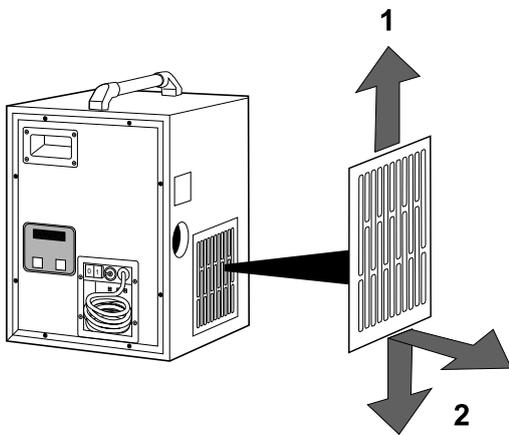

Рисунок 5.1 Извлечение фильтра
1. Для извлечения фильтра сдвинуть решетку фильтра вверх, затем вниз и на себя, как показано на Рисунок 5.1.